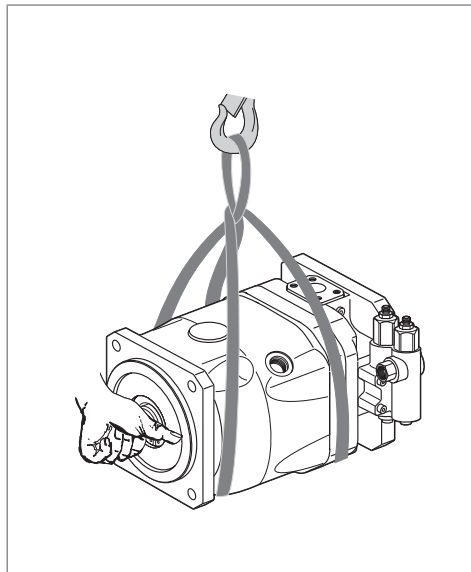

Abb. 11: Transport mit Hebeband; Beispiel A10VZO
- ▶ Legen Sie das Hebeband so um die Axialkolbeneinheit, dass es weder über Anbauteile (z. B. Ventile, Verrohrung) verläuft, noch dass die Axialkolbeneinheit an Anbauteilen aufgehängt wird (siehe Abb. 11).